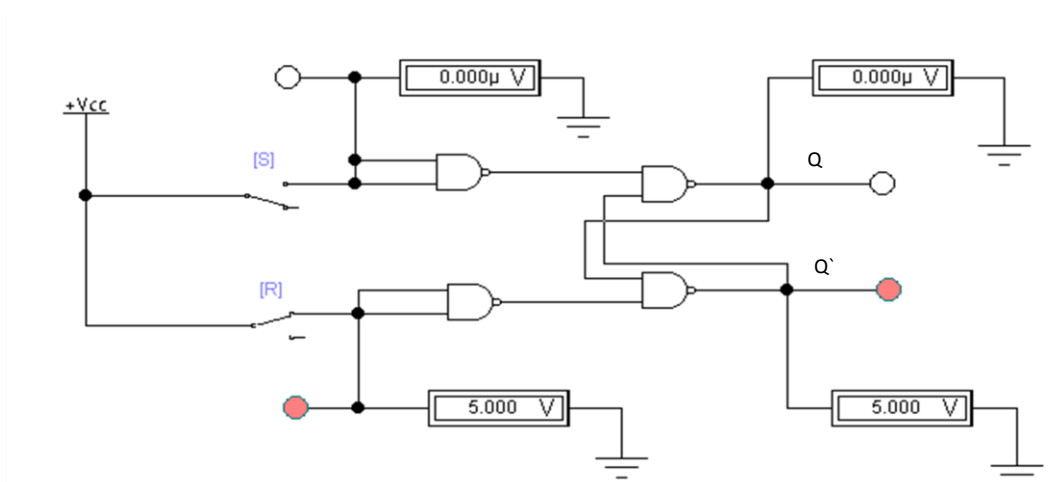

Fig. 1. Schema electrică pentru studierea bistabilului RS asincron în regim static de lucru.
1.1. Construiți schema prezentată în Fig. 1.